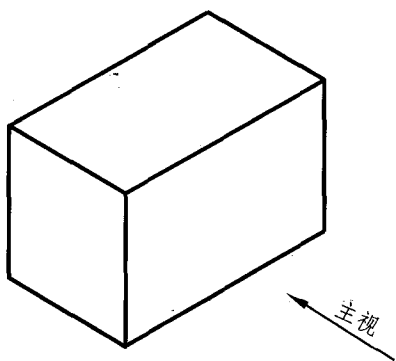

图 1-17
(1)选择反映物体形状特征最明显的方向作为主视图的投影方向,如图 1-17 选择 60×40 面作为主视图投影方向;